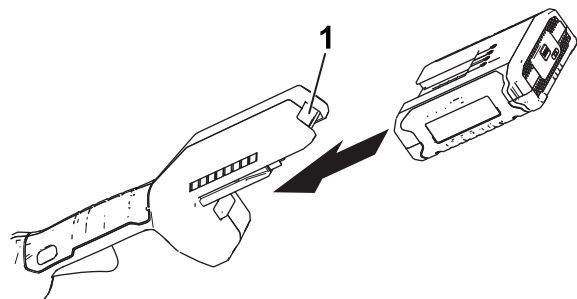

Figura 7
2. Alinee el hueco de la batería con la lengüeta del alojamiento del mango (Figura 7).
3. Introduzca la batería en el mango hasta la batería encaje en el cierre (Figura 7).